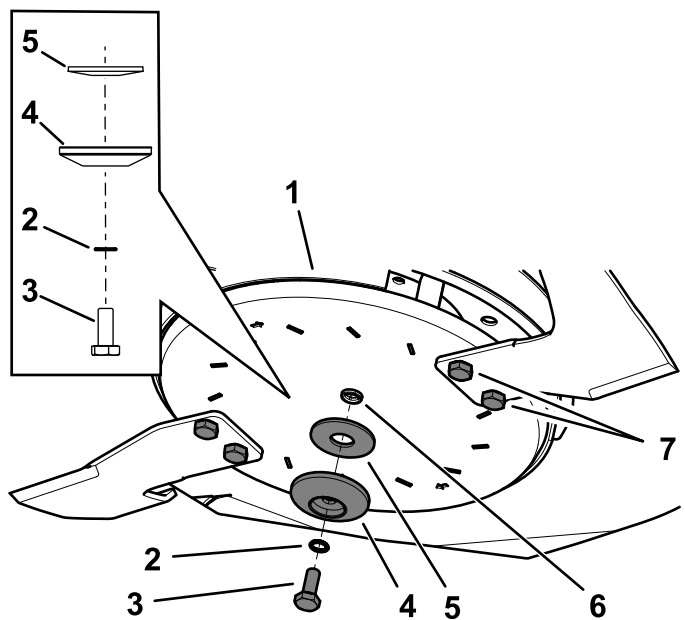

図 111
2. 先ほど取り外したディスクボルト、鋸歯ワッシャ、ブレードリテーナ、湾曲ワッシャを使ってウイングブレードアセンブリを取り付ける 図 111。